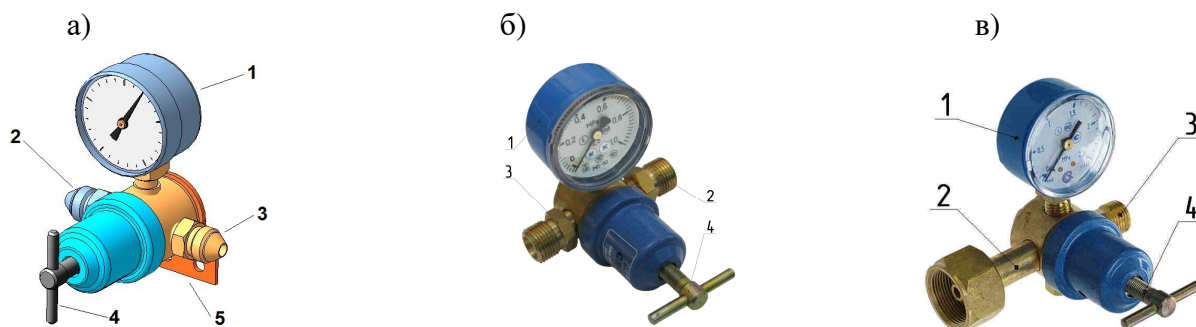

Рис.1 Редуктор СКО-10, исполнения см. табл.1
4.1 Внешний вид редуктора показан на рис.1.